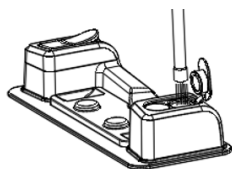

Fig. 6
2. Remplir d'eau. Un produit de nettoyage sans impuretés et huiles essentielles peut être utilisé (Fig. 6).